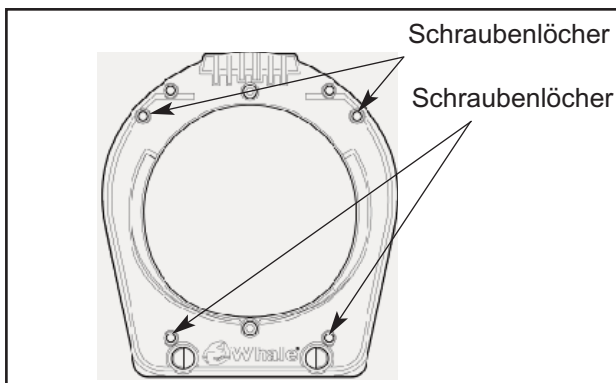

Abb.5 Ansicht der Befestigungspositionen ohne Hebel
4. Öffnen Sie den Hebel und bezeichnen Sie die Position der 4 Löcher für die Befestigungsschrauben auf dem Schott (siehe Abb.5) **Hinweis** – Die Pumpe muss mit 4 Schrauben montiert werden.